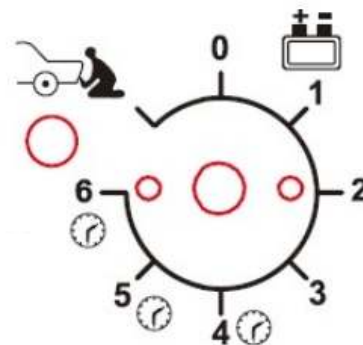

Рис. 1
6. Поставьте на панели управления нужный режим заряда, 10% от емкости АКБ. Необходимый ток заряда выбирается положением переключателя (см. Рис. 1).
1. Когда батарея заряжена, поставьте переключатель в положение «0» (Рис. 1).